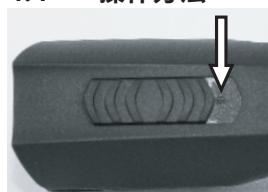

図. 4 スイッチOFF位置(„0“)
1. ヘアカッター (1)とバッテリー(2)の異物や汚れを点検します。
2. ヘアカッターのスイッチスライダーがオフ(「0」)にあることを確認してください(図. 4)。
3. バッテリー (2)をヘアカッター (3)にバッテリーの両側ロック (1)がカチッと嵌るまで押し込みます。
7. 充電器を片手で押さえ、ヘアカッター (1)またはバッテリー (2)を引き抜きます。
1. スイッチを「0」の位置にします(図. 4)。
2. バッテリーの両側ロック (2)を押し下げ、バッテリー (1)をヘアカッターから引き抜きます。
3. 充電したバッテリー (1)をそのロックが両側とも嵌るまでヘアカッター (2)に差し込みます。